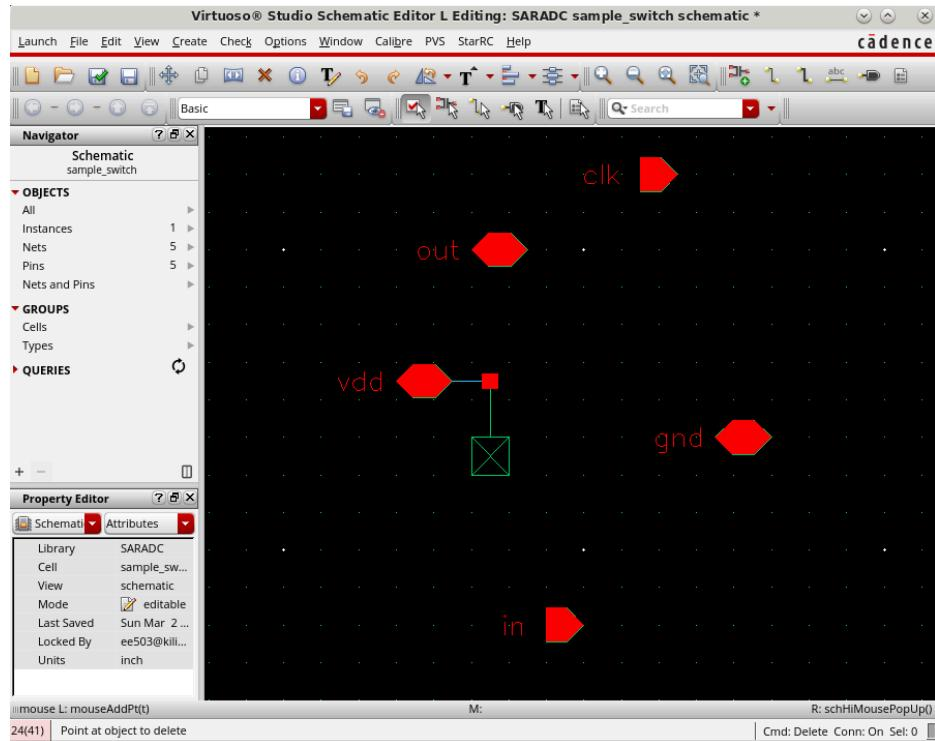

图 69 删除器件和连线
- 接下来删除电路中的器件和连线。在 Schematic 视图中，按键盘上的 `delete` 键进入删除模式，光标右下角出现 X 形，鼠标左键单击需要删除的器件或连线，只保留 `vdd` 上的 `noConn`。删除后如图 69 所示。